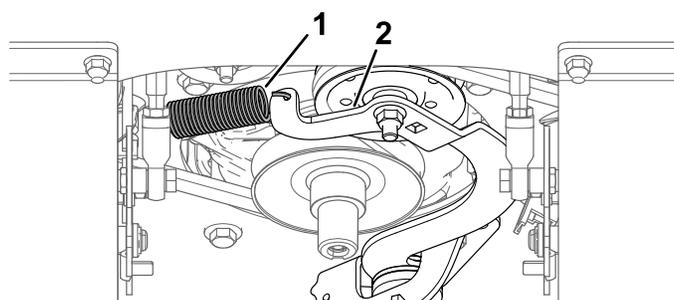

図 57
5. アイドラームの四角い穴にドライブラチェットを差し込んでベルトの張りをなくす 図 57。
- 9. スプリングアンカーにスプリングを取り付ける。ドライブラチェットでスプリングに張りを掛け、イドラプーリにベルトを掛ける 図 57。